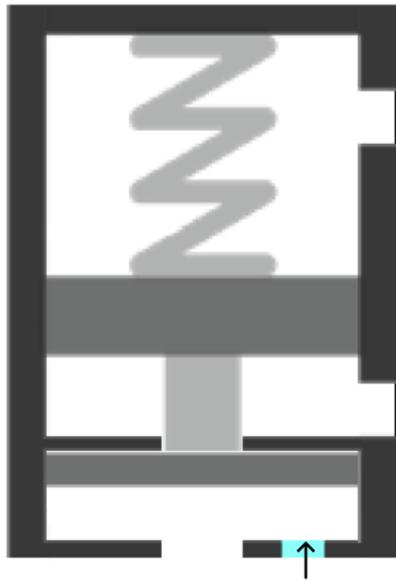
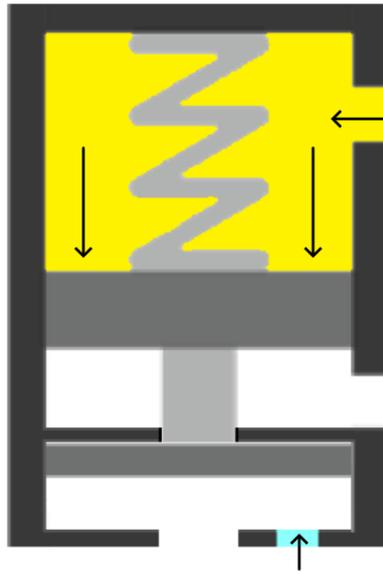
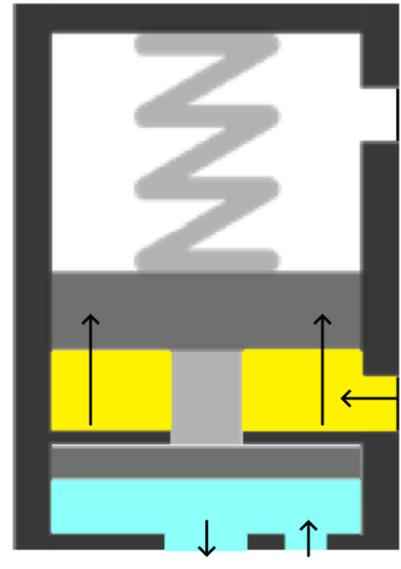

Abbildung 03 – Ruhestellung einfache Wirkung
Abbildung 04 – Ruhestellung doppelte Wirkung
Abbildung 05 – Dosierphase einfache und doppelte Wirkung
Bei einwirkender Funktion hält eine Feder das Ventil im geschlossenen Zustand. Damit das Ventil geschlossen bleibt, muss der Fluiddruck unter dem von der Feder erzeugten Druck liegen (siehe Abbildung 03). Das Fluid befindet sich am Fluideingang, der durch die Membran blockiert wird. Diese wird von der Nadel in Position gehalten, die wiederum durch die Feder nach unten gedrückt wird. Wird ein pneumatischer Druck am Öffnungseingang angelegt, hebt sich der Kolben an. Dadurch werden auch die Nadel und die Membran angehoben, sodass das Fluid bis zur Düse gelangen kann (siehe Abbildung 05).
Bei doppelter Wirkung ist die Arbeitsweise ähnlich wie bei einfacher Wirkung, nur dass neben der Feder, die das Ventil geschlossen hält, ein pneumatischer Druck vom Schließeingang des Ventils vorhanden ist (Abbildung 04). Dies ist nützlich, wenn mit Fluidrücken gearbeitet werden muss, die höher sind als der von der Feder ausgeübte Druck.
- Das Fluid steht unter Druck am Fluideingang und liegt an der Membran an; bei einfacher Wirkung drückt nur die Feder, um den Fluidauslass zu schließen (Abbildung 03), bei doppelter Wirkung auch der pneumatische Druck (Abbildung 04);
- Die Nadel hebt sich, hebt die Membran an und ermöglicht dem Fluid, auszutreten (Abbildung 05);